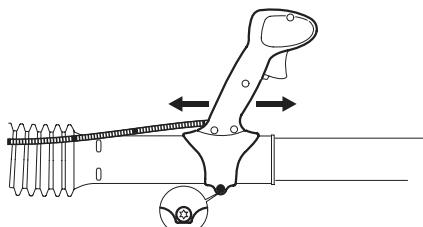

Рис. 7
6. Передвигая рукоятку управления на напорной трубе в сторону двигателя или в сторону от двигателя, установите её в наиболее удобное для Вас положение (Рис. 7).